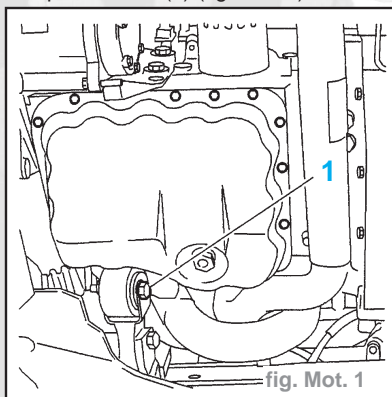

fig. Mot. 1
- Déposer la vis (1) (fig. Mot. 1).